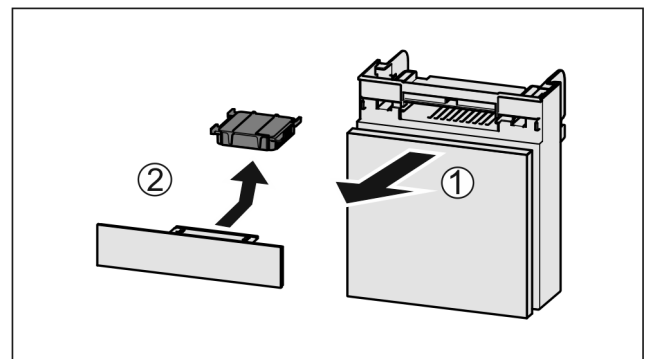

Fig. 131
- ▶ Retire el compartimiento hacia delante Fig. 131 (1).
- ▶ Retire el filtro de carbón activo Fig. 131 (2).